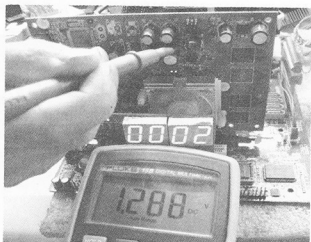

图 5-28 核心供电
(2) 测量显卡主供电有 1.288V，如图 5-28 所示。